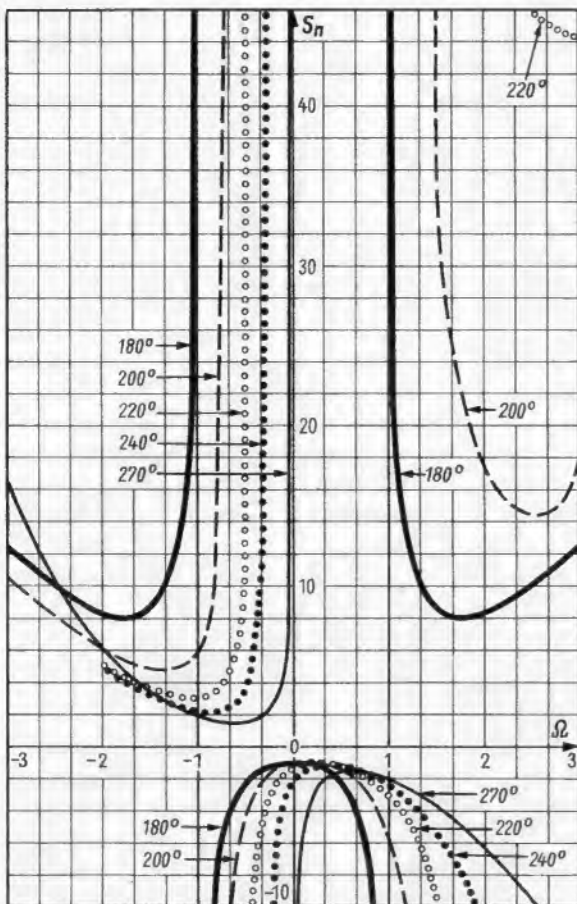
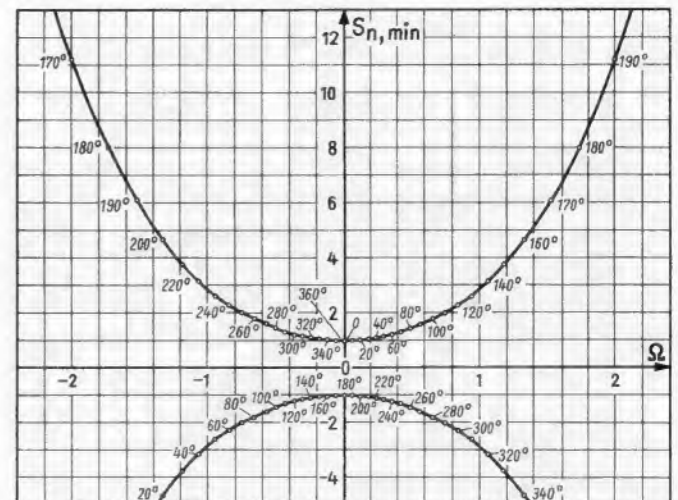

Bild 3. Normierter Schwingsicherheitsfaktor für  $\varphi = 180^\circ, 200^\circ, 220^\circ, 240^\circ$  und  $270^\circ$
Bild 4. Minimumfunktion des normierten Schwingsicherheitsfaktors
$\frac{|S| \cdot |Y_R|}{g_{1a} g_{2e}}$  erhält. In Bild 3 sind die Kurven  $s_n = f(\Omega)$  für die Winkel  $\varphi = 180^\circ, 200^\circ, 220^\circ, 240^\circ$  und  $270^\circ$  eingetragen. Hier werden für  $\varphi$  Werte aus dem dritten Quadranten der Zahlenebene gewählt, da  $\varphi$  für Transistoren in Emitterschaltung in ihrem jeweiligen Hauptanwendungsbereich in diesem Gebiet liegt. Für die Basisschaltung der Transistoren liegt der Winkel  $\varphi$  entsprechend zwischen  $0^\circ$  und  $90^\circ$ . Da  $\cos \varphi = -\cos(\varphi - 180^\circ)$  und  $\sin \varphi = -\sin(\varphi - 180^\circ)$ , gilt  $s_n(\Omega)$  für  $\varphi$  gleich  $-s_n(\Omega)$  für  $(\varphi - 180^\circ)$ . Man kann also die Kurven in Bild 3 auch für die Basisschaltung verwenden, wenn man die Vorzeichen von  $s_n$  umkehrt und von den Parameter-Werten  $\varphi 180^\circ$  abzieht.
Wichtig für die Dimensionierung einer Verstärkerstufe, die nicht schwingen darf, ist jeweils der minimale Schwingsicherheitsfaktor  $s_{n, \min}$  bzw. der minimale normierte Schwingsicherheitsfaktor  $s_{n, \min}$ . Wie aus den Kurven (Bild 3) zu entnehmen ist, liegen meistens drei Extremstellen für jeden Winkel  $\varphi$  vor, wobei eine für die beiden Grenzfälle  $\varphi = 90^\circ$  und  $\varphi = 270^\circ$  verschwindet. Die Lage dieser Extremstellen soll nun noch berechnet werden. Man setzt also die erste Ableitung von Gleichung (28)  $\frac{\partial s_n}{\partial \Omega} = 0$  und erhält
Die daraus als Funktion von  $\varphi$  ermittelten Werte für  $\Omega$  werden in Gleichung (28) eingesetzt, und man erhält die in Bild 4 gezeigte Minimumfunktion des normierten Schwingsicherheitsfaktors  $s_{n, \min} = f(\Omega, \varphi)$ . Die für jeden Winkel  $\varphi$  ebenfalls auftretenden Maxima sind für die Berechnung der Schwingsicherheit nicht von Bedeutung, da der Schwingsicherheitsfaktor dort negativ ist und demnach definitionsgemäß die stärkste Gegenkopplung vorliegt. Man wird also dort durch die Gegenkopplung die größte Verstärkungseinbuße erhalten.
Wie man nun aus Bild 4 entnehmen kann, liegen die beiden Minima der Schwingsicherheit, also die größten Entdämpfungen, für  $\varphi = 180^\circ$  symmetrisch zur Bandmittenfrequenz, und beide haben den gleichen, größtmöglichen Betrag. Man könnte also eine Verstärkerstufe, bei der entweder die Durchlaßkurve durch eine Entdämpfung schief ist, oder deren Verstärkung zu gering ist (da man den Schwingsicherheitsfaktor sehr groß gewählt hat, um eine Entdämpfung zu vermeiden), dadurch verbessern, daß man den Phasenwinkel der Stufe durch Schaltungsmaßnahmen auf  $\varphi = 180^\circ$  bringt. Dadurch wird die Durchlaßkurve im ersten Fall wieder symmetrisch. Im zweiten Fall kann man die Schwingkreise am Eingang und Ausgang hochohmiger machen und damit die Schwingsicherheit herabsetzen, ohne daß die Durchlaßkurve schief wird. Die zusätzliche Phasendrehung läßt sich sehr leicht durch Parallelschaltung eines reellen Widerstandes zur Kollektor-Basis-Strecke verwirklichen.
Zur Berechnung der Schwingsicherheit einer Verstärkerstufe benötigt man nur die in der positiven Halbebene von Bild 4 eingezeichnete Kurve. Durch Messung ermittelt man die Phasenwinkel von Steilheit und Rückwirkung des betref-
fenden Transistors. Aus Bild 4 entnimmt man dann für  $\varphi = 180^\circ + \varphi_R + \varphi_S$  den kleinsten Wert für  $s_{n, \min}$  und die zugehörige normierte Verstimmung. Nach Wahl von  $s_{\min}$  kann man mit den Werten  $s_{n, \min}$  und  $s_{\min}$  und den Meßwerten  $|Y_R|$  und  $|S|$  nun die beiden charakteristischen Schaltungsgrößen, nämlich die zulässigen Resonanzleitwerte  $g_{2e}$  und  $g_{1a}$  der Kreise am Eingang und Ausgang des Transistors berechnen. Dabei gilt (siehe Gleichung (28))
Den Verlauf der Schwingsicherheit dieser Stufe über der Frequenz erhält man aus dem normierten Schwingsicherheitsfaktor  $s_n$  für  $\varphi = 220^\circ$  (Bild 3), indem man den Ordinatenmaßstab mit dem Faktor
In Bild 4 erkennt man, daß die Rückwirkung der Basisschaltung in der Umgebung der Resonanzfrequenz als Mitkopplung wirkt, während die Rückwirkung der Emitterschaltung dort als Gegenkopplung auftritt. Außerdem sind in der Basisschaltung die Werte für  $s_{n, \min}$  erheblich kleiner und im Grenzfall für  $\varphi = 360^\circ$  sogar 1, so daß es viel schwieriger ist, eine solche Stufe ohne Neutralisation stabil zu halten. Die Kurven des normierten Schwingsicherheitsfaktors  $s_n$  für  $0 \leq \varphi \leq 90^\circ$  erhält man aus den Kurven in Bild 3, indem man die Vorzeichen von  $s_n$  der Kurven für  $\varphi + 180^\circ$  umkehrt. Demnach erhält man den normierten Schwingsicherheitsfaktor für z. B.  $\varphi = 20^\circ$  aus Bild 3. Es gilt also für  $0 \leq \varphi \leq 90^\circ$ :
Nach dem Entfernen von sechs Bodenschrauben läßt sich das gesamte Oberteil des Holzgehäuses abnehmen. Damit ist ein großer Teil der Verstärkerelemente gut zugänglich (Bild 2). Nach Abnahme der Bodenplatte, die ebenfalls von nur wenigen gut zugänglichen Schrauben gehalten wird, liegt auch der Verstärkerunterteil frei (Bild 3).
Rechts: Bild 3. Unterseite des Stereoverstärkers SV 50